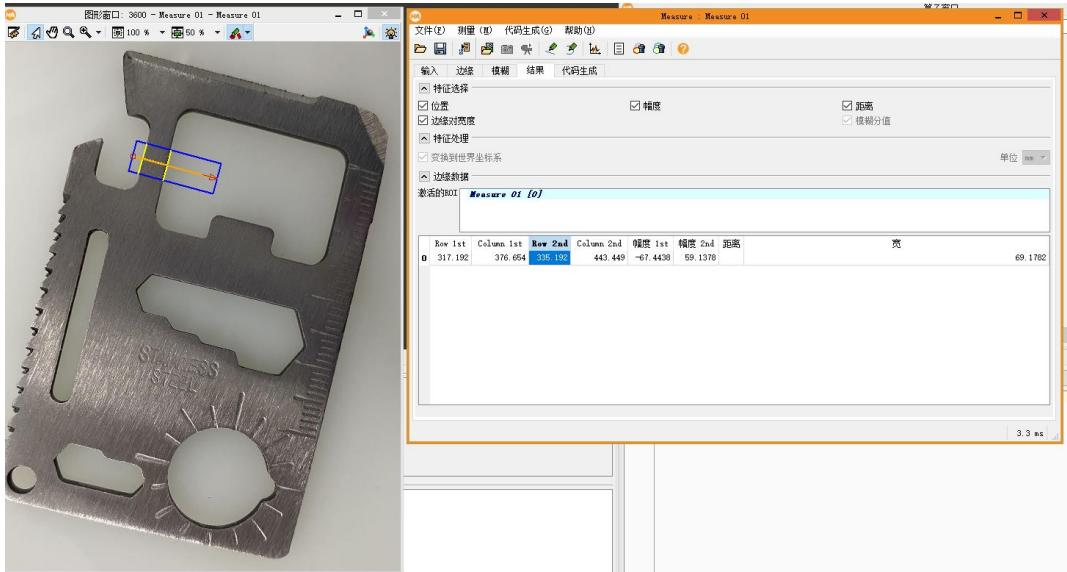

图 3-8 “结果”选项卡
(3) 切换到“结果”选项卡，显示当前参数设置下的测量结果，如图 3-8。“宽”表示边缘内两边缘的距离，本例中该数据就是我们的测量目标；“距离”表示连续边缘对之间的距离，本例中只有一对边缘，所以此参数为空。